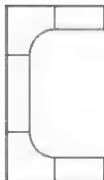

图 7-57
**步骤4：**使用偏移工具 $\text{O}$ ，将图中的线段和弧线向内偏移15个单位，如图7-57所示。